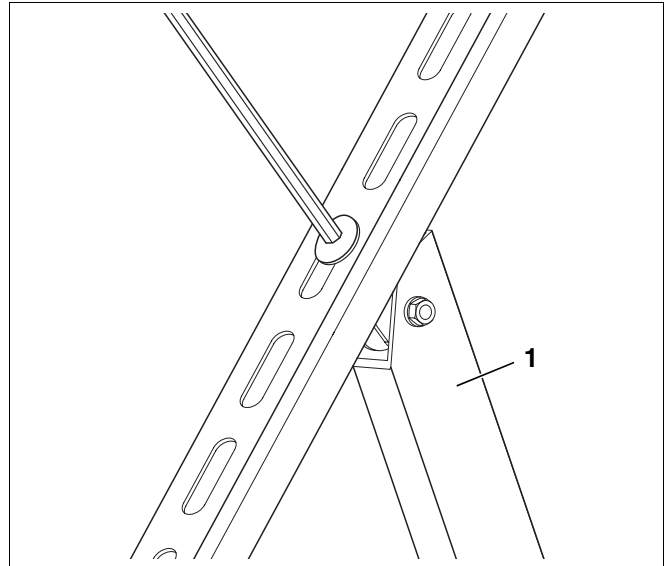
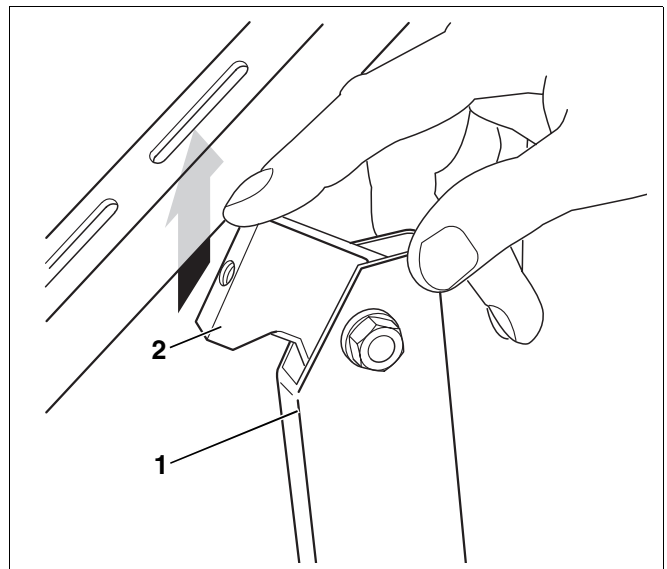

Abb. 16 Stütze der Kollektorabstützung abschrauben
Abb. 17 Stütze in neue Langlochposition einsetzen
- Demontieren Sie die Stütze (Abb. 16, **Pos. 1**) mit dem Kopfstück (Abb. 17, **Pos. 2**) mittels der Linsenkopfschrauben von der Kollektorabstützung.
- Setzen Sie die Stütze (Abb. 17, **Pos. 1**) in die entsprechende, neu ermittelte Langlochposition.